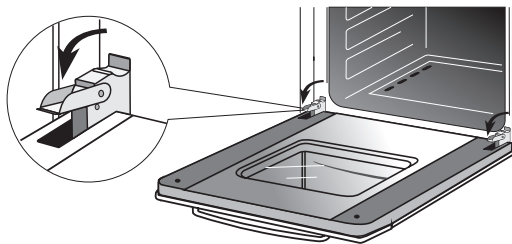

Рис.22
- поднимите и поверните до упора стопорные рычаги, расположенные на двух шарнирах (рис. 22),